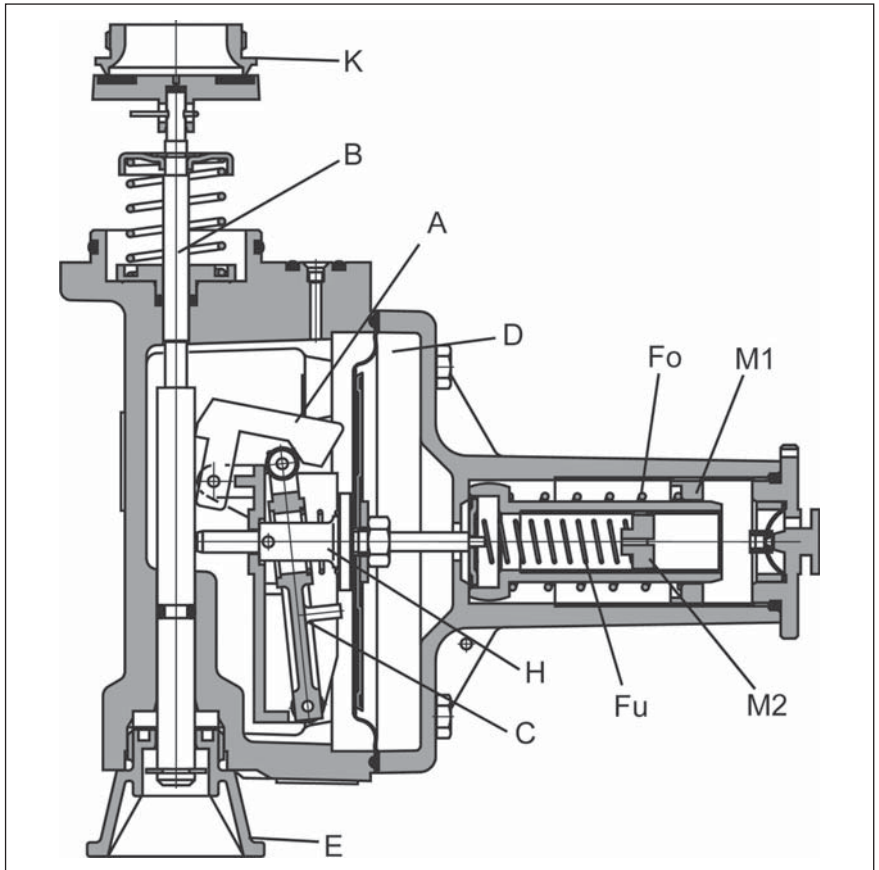

Bild 2-10, SAV - unterer Abschaltpunkt
Fällt der Ausgangsdruck  $p_D$  des Regelgerätes unter den Wert der von der kleinen Einstellfeder ( $F_u$ ) vorgegebenen Kraft, so drückt diese den Membranhalter (H) mit der Schaltwippe (C) nach links, siehe Bild 2-10. Der Schalthebel (A) klinkt aus und gibt die vorgespannte Sperrfeder an der Ventilschnecke frei. Der Ventilteller verschließt den Eingang (K) des Gas-Druckregelgerätes.